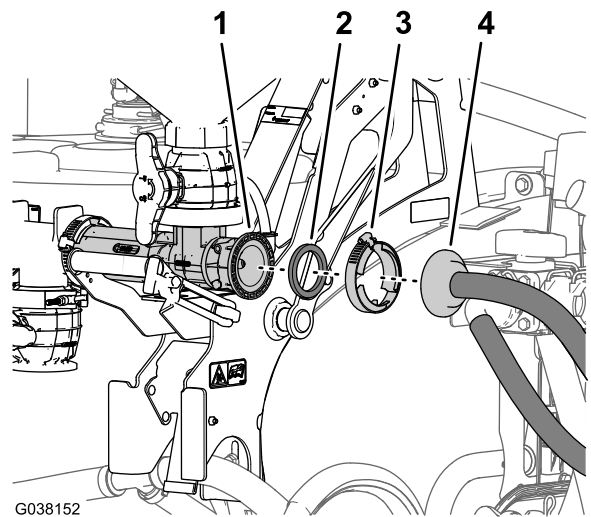

Bild 9
2. Nehmen Sie die angeflanschte Schlauchzahnung und Dichtung vom Ejektor ab (Bild 9).
1. Nehmen Sie die Flanschklammer ab, mit der die angeflanschte Schlauchzahnung des Zulaufschlauchs am Zulaufflansch des Ejektors befestigt ist (Bild 9).